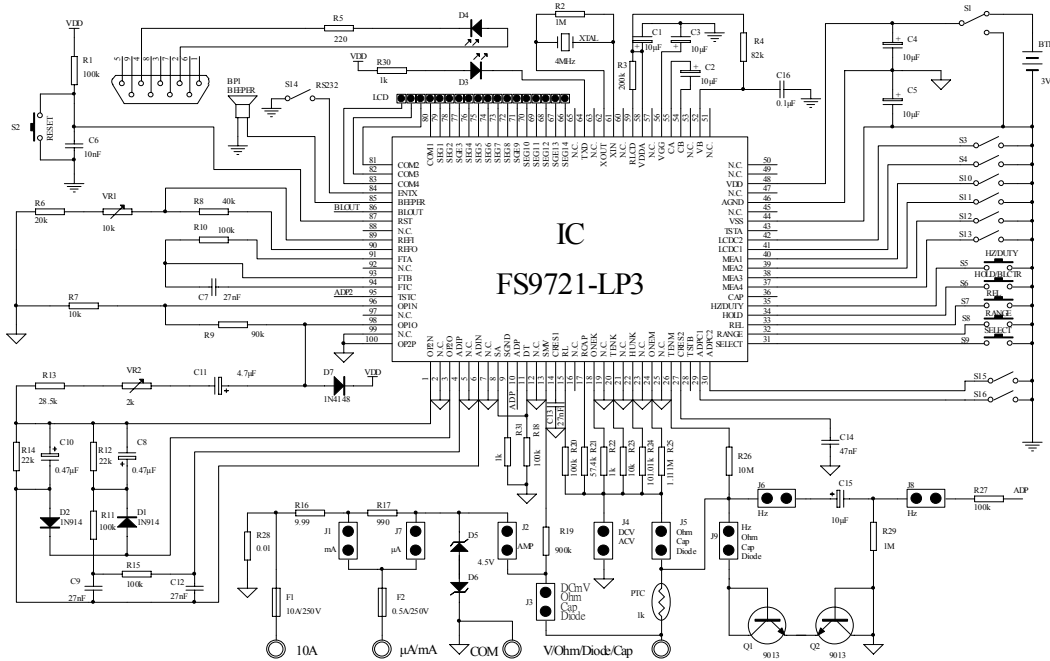
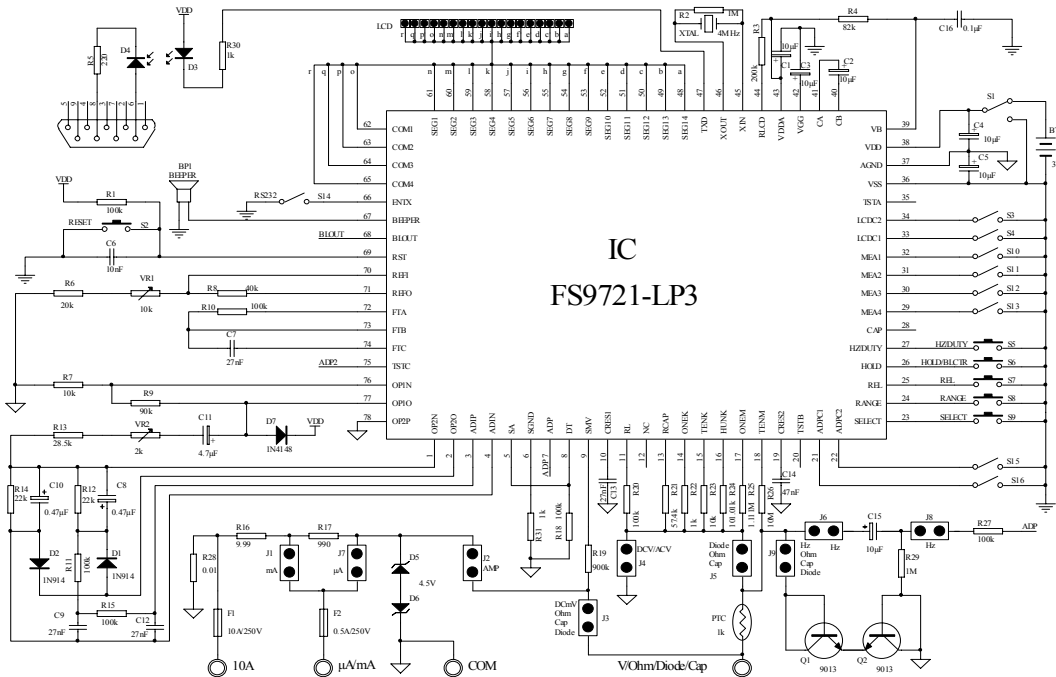

图3 100 PIN 通用电路总图
图4 78 PIN 通用电路总图
注：①Jump栏中JX表示在图3和4图通用线路总图上该测量功能的JX是接通的。
②在Auto模式下，ACV档位按RANGE键才能选择到ACmV量程。
③TSTB=1，电流档以400mV/4V输入；TSTB=0，电流档以40mV/400mV输入。详见“13.12 电流测量”说明。
④此档位是以ADP路径输入测量 Hz/Duty。
⑤ADP可输入400.0mV/40.00mV，自动跳档，分别显示4000，400.0。
⑥在“1101”编码下，当CAP=1按SELECT是Ω/Diode/Continuity切换；当CAP=0按SELECT是Ω/Diode/Continuity/ Cap. 切换。
13.2 FS9721_LP3(图 3、图 4) 组件表